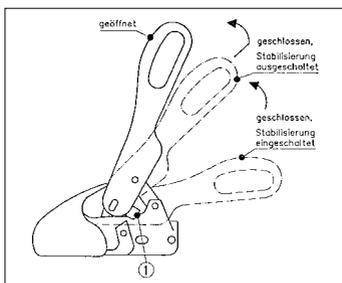

Bild 3: Stabilisierung ausschalten
Den Bedienungshebel langsam nach oben ziehen, um die Stabilisierung auszuschalten. (Bild 3)
Beleuchtungsstecker und Abrißseil lösen, Stabilisierung ausschalten (Bild 3), Bedienungshebel zurückziehen und gleichzeitig weiter anheben (Bild 3), sodaß die seitlichen Sicherungslaschen (1) über die Sicherungsfläche schwenken und der Bedienungshebel in die geöffnete Stellung gebracht werden kann. Mit Hilfe eines Deichsellaufrades kann nun der Anhänger vom Zugfahrzeug abgekuppelt werden.